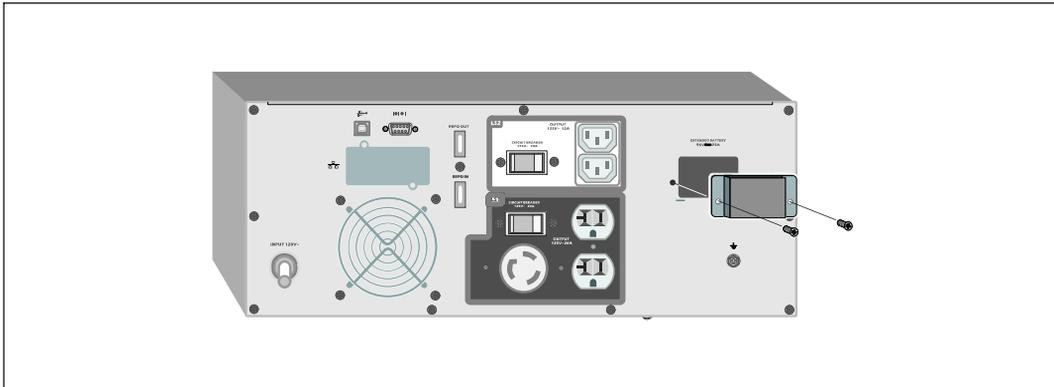

Рис. 15. Удаление крышки разъема батарей
- 1 Снимите крышку разъема батарей с задней панели, как показано на Рис. 15. Отложите крышку и винты в сторону.